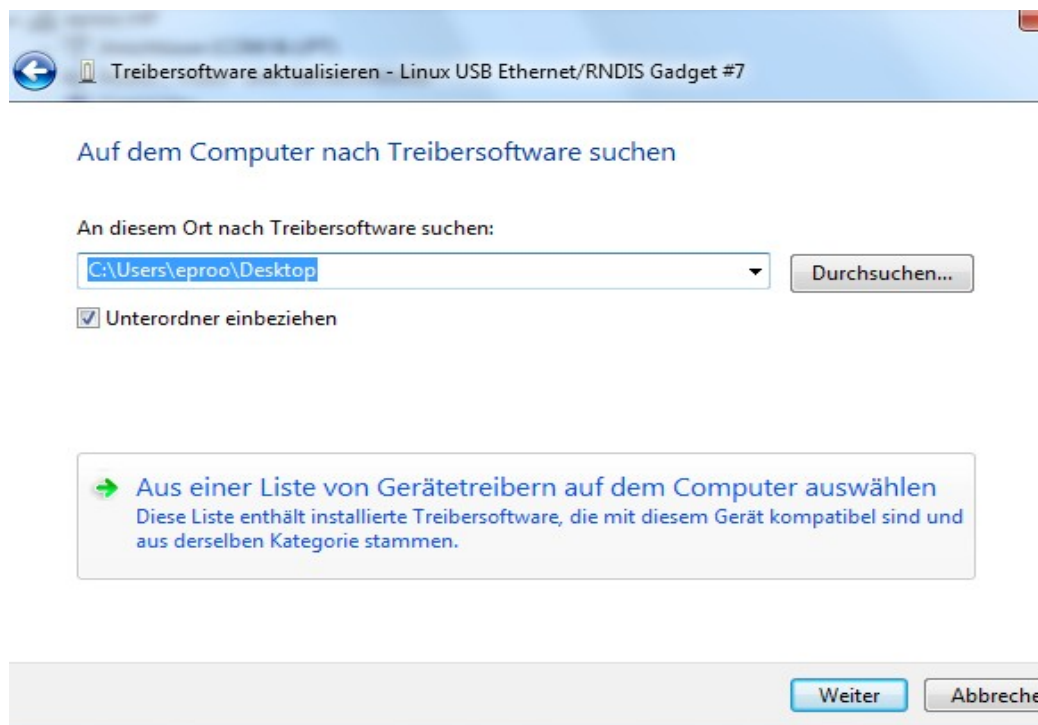

Abbildung 8: Aus Liste auswählen
5. In dem neuen Fenster steht zur Auswahl, einen Pfad anzugeben, der aus einer Liste auswählbar ist. Wählen Sie hier aus einer Liste aus. (siehe Abbildung 8)